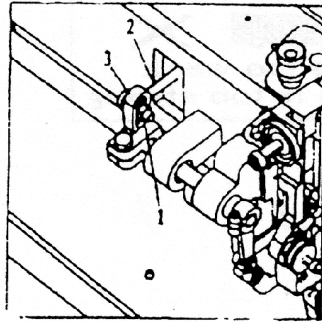

Fig.7
- (1) La pression des pieds est à régler en fonction des matériaux à coudre
- (2) La pression sur le pied entraîneur et pied presseur est réglable (le réglage de l'écrou a été fait avant la livraison)
- (3) La pression doit être réglé à la force minimum requise.
11. REGLAGE DU PIED PRESSEUR ET PIED ENTRAINEUR (Fig. 7)